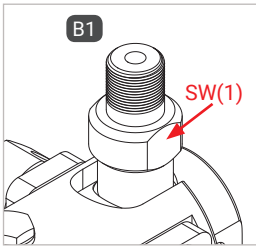

Abbildung 1
- ▶ Halten Sie beim Montieren des Füllschlauches an der Schlüsselfläche SW(1) (Abbildung 1) mit einem Gabelschlüssel gegen.
- ▶ Verschrauben Sie die Betriebsmedienzuleitung „B1“ druckdicht mit dem Anschluss des Füllschlauches (Abbildung 1).